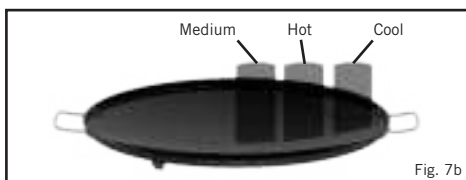

Fig. 7b
- Le temperature di cottura si possono facilmente adattare in base alle esigenze personali, girando il pomello di controllo (K) per regolare l'intensità del calore. Una particolarità del barbecue Skottel è che presenta varie zone calde (v. Fig.7b). Questo aspetto è molto utile, perché alcuni cibi si cuociono più velocemente di altri e le pietanze che si cuociono prima possono essere spostate in altre zone del piatto, per mantenerle calde mentre il resto del cibo sta ancora cuocendo.